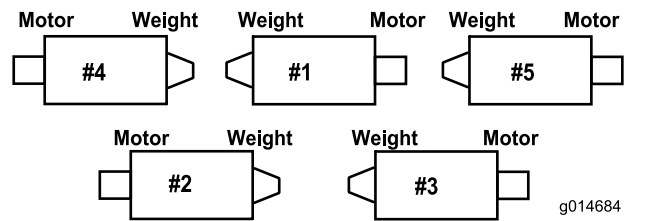

**Figura 11**
- C. Monte el perno del tubo del muelle a la otra pestaña del bastidor de tiro y fíjelo con la tuerca con arandela prensada. La cabeza del perno debe colocarse en el exterior de la pestaña, según se muestra en Figura 11.
D. Monte el soporte de la varilla en las pestañas de la unidad de corte con los pernos de cuello cuadrado y las tuercas (Figura 11). Asimismo, en la unidad de corte, monte la guía de los manguitos de la izquierda en la parte delantera de las pestañas de la unidad de corte al reinstalar el soporte de la varilla (Figura 13).